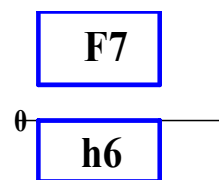

Рис. 1
3. На рис.1 показана схема полів допусків посадки: